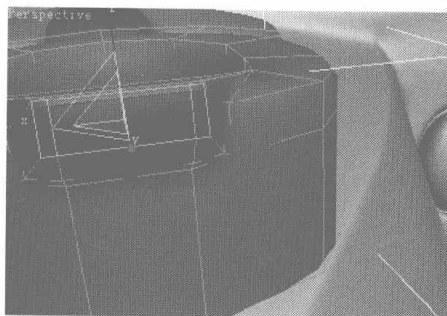
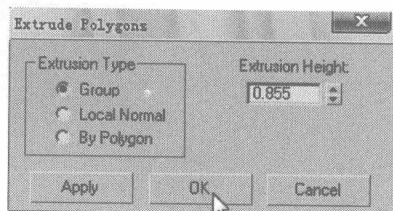

图 6.124
图 6.125
- 07 切换为面编辑，选择如图 6.124 所示的面，在 Edit Polygons 卷展栏中单击 **Extrude** 右侧的小按钮，在弹出的对话框中设置挤压参数，如图 6.125 所示。